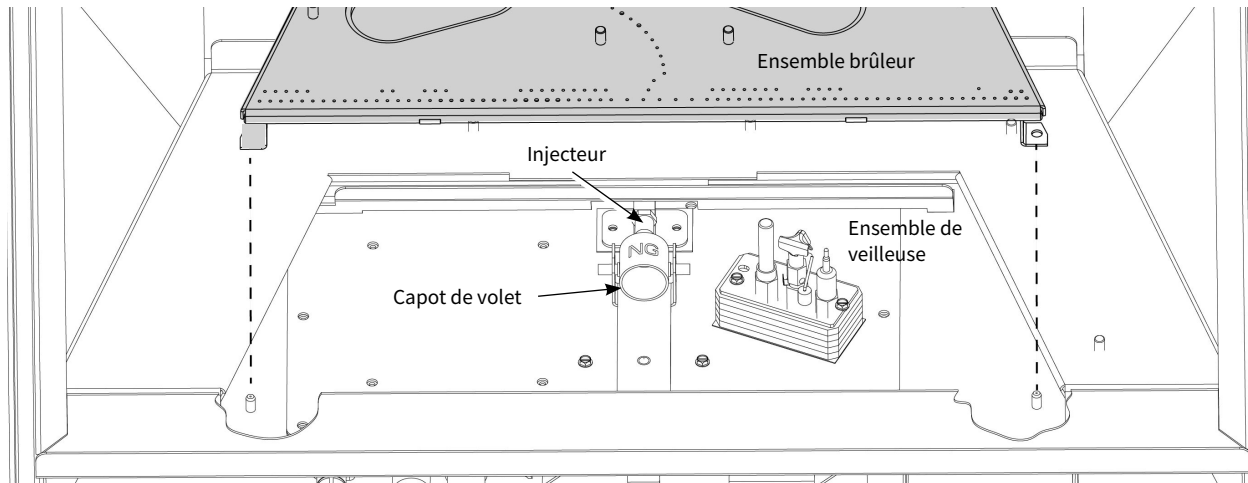

Figure 7.4. Retrait du brûleur et de l'injecteur.
3. **RETIRER LE BRÛLEUR - Fig. 7.4** Dégagez le brûleur de l'injecteur en saisissant les deux grandes ouvertures et en inclinant l'avant vers le haut à partir du sol tout en tirant l'ensemble vers l'avant. Retirez-le de la boîte à feu et mettez-le de côté.
4. **REMPLEZ L'INJECTEUR DU BRÛLEUR :** Avec une clé à fourche ou douille de puits profond de 1/2 po ou 13 mm, retirez l'injecteur du brûleur d'origine du raccord en laiton à l'arrière de la boîte à feu. Voir la figure 7.4. Installez l'injecteur de la trousse de conversion et serrez-le fermement.